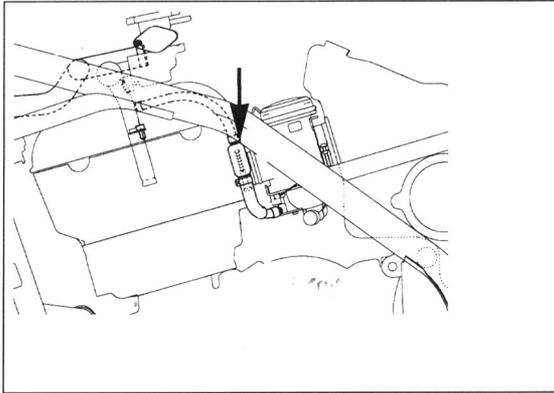

Bild 50
- **TIP** Einmal jährlich am Ende der Fahrsaison den Kühlmittelfilter der Vergaser (Bild 50) reinigen.